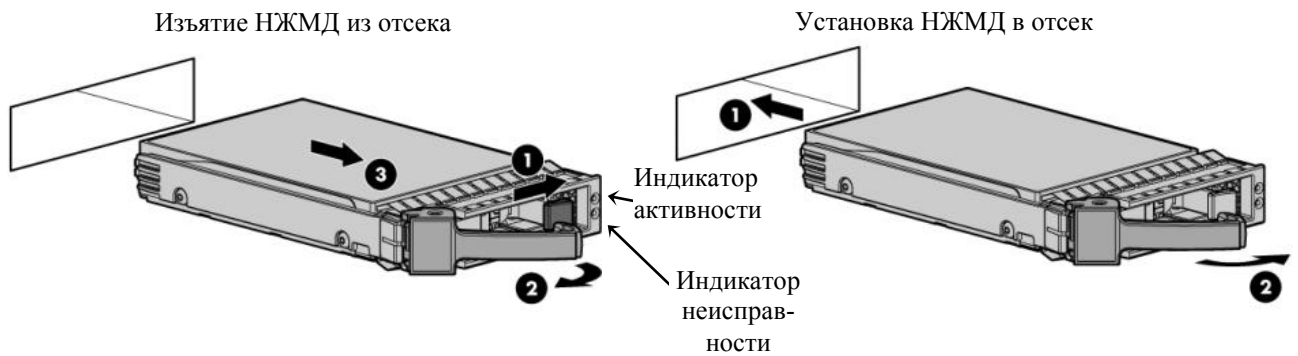

Рисунок 3.6 – Изъятие и установка НЖМД
3.6.2.3 Определение возможности «горячей» замены НЖМД производится с учетом сохранения данных на заменяемом диске и состояния индикаторов на передней панели НЖМД – не допускается производить «горячую» замену при следующих сочетаниях индикаторов на НЖМД: индикатор активности (верхний, см.рисунок 3.6) мигает зеленым цветом с частотой 1 Гц, а индикатор неисправности (нижний) выключен или мигает оранжевым цветом с частотой 1 Гц.